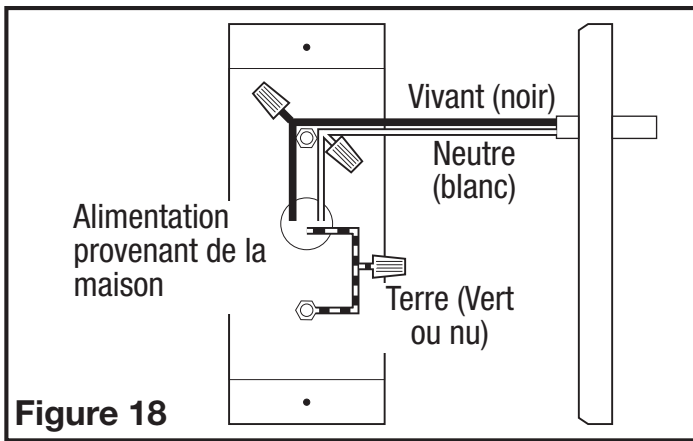

Figure 18
- Enlever les deux vis du couvercle du compartiment de câblage pour obtenir l'accès au compartiment de câblage (Figure 17). Raccorder le fil blanc de la hotte au fil blanc de l'alimentation, et le fil noir de la hotte au fil noir de l'alimentation. Raccorder le fil de mise à la terre de la maison (fil nu ou vert) au fil de mise à la terre (vert) de la hotte. Utiliser des méthodes approuvées pour toutes les connexions (Figure 18).